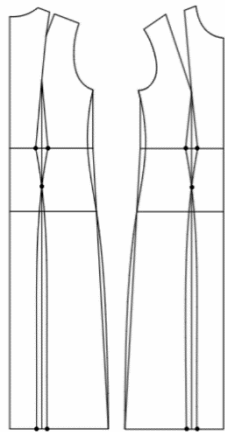
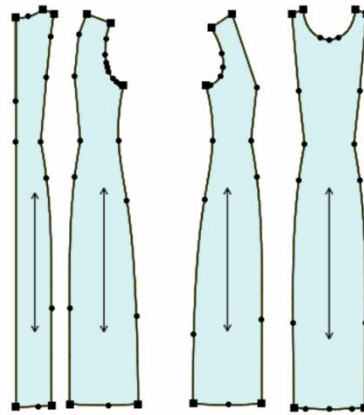

图 4-1-39 公主线结构处理
图 4-1-40 连衣裙 2D 制板
① 后中向下按照“衣长”尺寸延长，腰线以下取“18cm”确定臀围线，横向水平取“臀围/4”，连接侧缝腰围止点并向下延长，与后中心水平对齐；前片参照后片对应处理；前后片经腰省省尖点向裙摆做竖直线，确定公主线位置。
② 根据表 4-1-3 尺寸表，做收腰结构处理。前、后侧缝在腰围处各收进“1.5cm”；前、后片在做分割线处收腰“3.5cm”、裙摆放出“3cm”，如图 4-1-39 所示。
③ 用“ (剪断线)”和“ (橡皮擦)”工具删除不必要线条；用“ (剪断线)”和“ (移动)”工具将前、后片在公主线处分离。
④ 修顺裙摆、公主线；用“ (对称)”工具沿前中将前片对称，完成连衣裙裁片分解。
⑤ 用“ (剪刀)”工具将各裁片裁剪为纸样裁片；用“ (布纹线)”工具调整各裁片布纹方向，完成连衣裙 2D 制板，如图 4-1-40 所示。
⑥ 通过菜单“文档→输出 ASTM 文件”输出另存为“连衣裙.dxf”格式文件，方便与 3D 试衣软件系统对接。